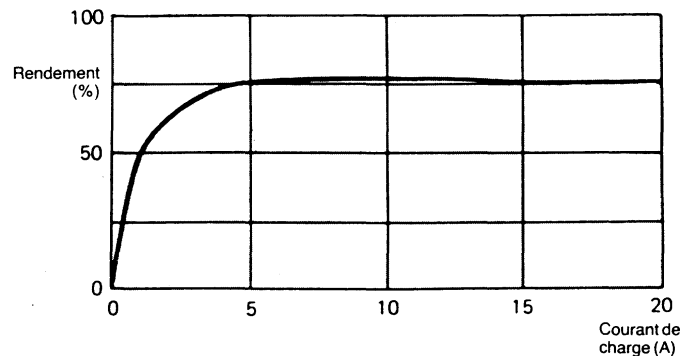

Fig. 4 : Rendement du convertisseur en fonction du courant de charge pour une tension de 60 V en entrée et 5 V en sortie.
- Le rapport de la puissance de sortie sur la puissance d'entrée reste supérieur à 75 % pour un courant de charge variant de 5 à 20 A (cf. figure 4).